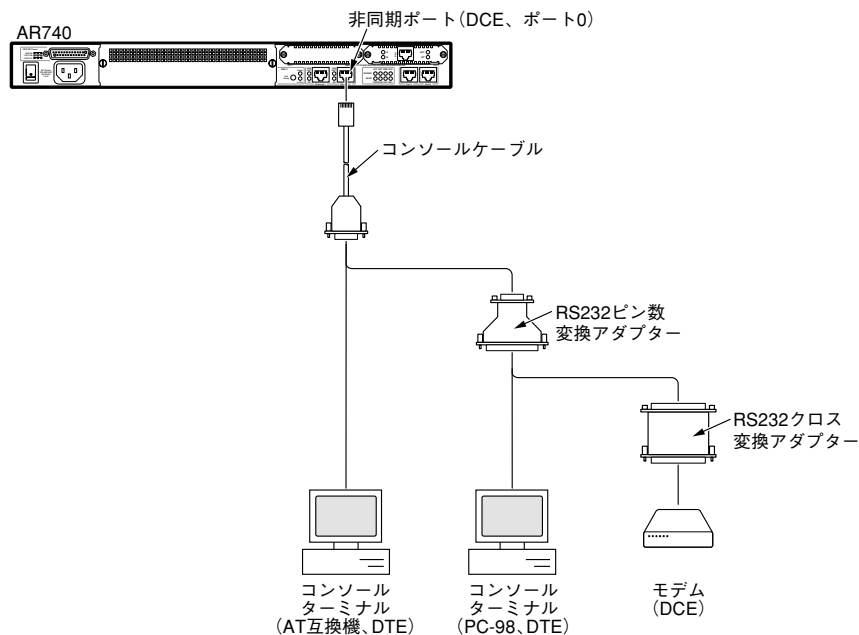

図 2.7.1：コンソールターミナルまたはモデムとの接続
1. 図 2.7.1 をご覧になり、非同期ポート（**ポート 0**）に接続する機器に合わせて、付属のコンソールケーブル、ピン数変換アダプター、クロス変換アダプターを選択して連結し、各コネクターの固定ネジを締めてください。